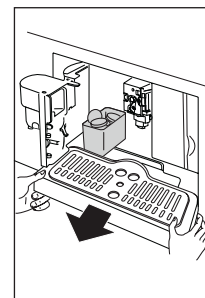

Fig. 24
- ▶ Scoateți tăvița de scurgere și recipientul pentru zațul de cafea (Fig. 24).